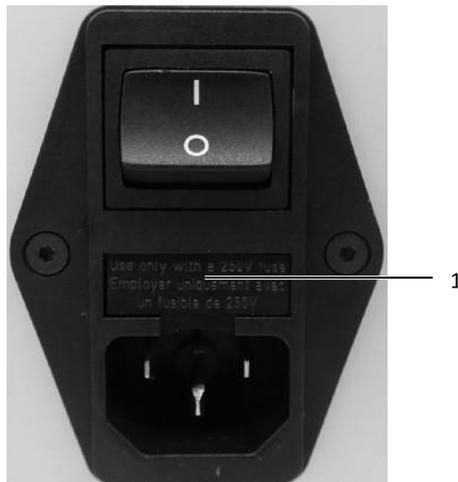

Fig. 15: Abertura del compartimento de fusibles
- Accione la palanca del compartimento (fig. 15, pos. 1) con un destornillador de ranura para extraerlo de la unidad de filtro de red.